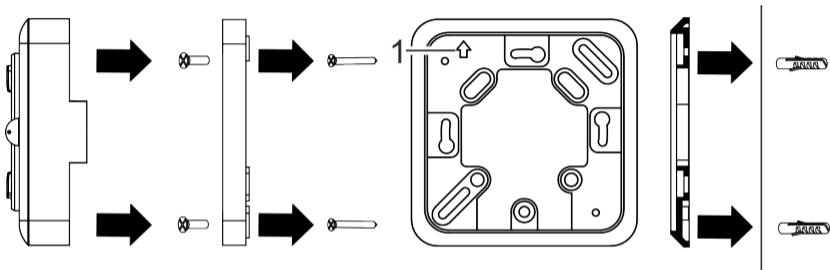

Abb. 5: Montage auf eine Unterputzdose und Aufputzmontage
1. Die Montageplatte mit Schrauben (3,5 x 25 mm) auf die Unterputzdose montieren (Abb. 5).
Der Pfeil (Abb. 5/1) auf der Montageplatte muss nach oben zeigen.
- Den Gehäuseboden des Geräts mit den Schrauben (3 x 6 mm) auf die Montageplatte montieren (Abb. 5).
4. Den Gehäuseboden mit den Schrauben (3,5 x 25 mm) an den Wanddübeln befestigen (Abb. 5).